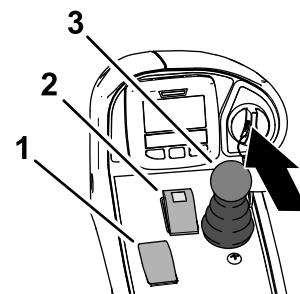

Figure 55
2. Vérifiez que la commande de PDF est à la position DÉSENGAGÉE (Figure 55).